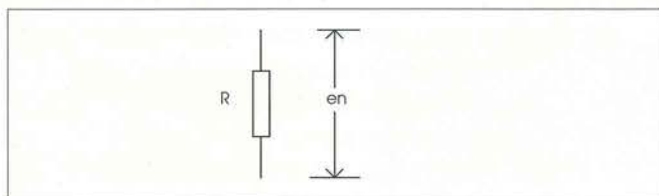

Figura 1: condutor com resistência  $R$
A figura 1 mostra a imagem que deverá ser obtida no osciloscópio quando as barras gravadas na fita forem reproduzidas, estando o filtro Passa-Baixo (*Low Pass Filter*) do osciloscópio ligado.
Ao analisar a figura 1, deve-se verificar que ao lado esquerdo, existe uma escala (IRE) utilizada para expressar o sinal de vídeo que varia de -40 até 120, e ao lado direito existe outra escala que varia de -286 mV até 857 mV, valores estes que expressam o sinal de vídeo em mV (milivolts).
É importante observar ainda na figura 1 que o sinal mais alto equivale à voltagem da referência de branco - que deve ser igual a 100 IRE, ou seja, 714 mV. Trocando em miúdos, se o valor que se está lendo é diferente, será necessário variar o nível de vídeo no TBC (*Time Base Corrector*), fazendo com que o valor lido no osciloscópio seja o mais próximo possível de 100 IRE. Este valor representa o nível máximo de brilho (luminância) que poderá ser obtido. Não adianta aumentar este valor para se obter mais luz. Se isto for feito, os cinza-claros serão transformados em branco e os pontos que já eram brancos continuarão tão brancos quanto antes,
Na parte inferior do osciloscópio encontra-se uma linha pontilhada (figura 1), que indica a posição na tela do valor de 7,5 IRE, valor do nível de vídeo das referências de preto, fornecidas pela carta de barras SMPTE. Deve-se variar o valor do pedestal (*setup*) do TBC até que a leitura do valor da tensão das referências de preto no osciloscópio seja de aproximadamente 7,5 IRE. Assim como ocorre com a barra branca, não adianta ter valores inferiores a 7,5 IRE, porque o que se estará fazendo, de fato, será a transformação de pontos cinzas escuros da imagem em pontos pretos; o que não significa que os pontos pretos ficarão mais pretos.
**E**m um condutor real qualquer, com uma resistência ôhmica intrínseca  $R$ , o movimento aleatório dos elétrons, devido à temperatura, produz uma diferença de potencial nos terminais abertos do condutor (figura 1). Essa tensão é chamada de ruído térmico e sua intensidade depende da temperatura física do condutor em graus Kelvin. Pode-se provar que, para frequências abaixo de 100 GHz, a tensão de ruído, assim gerada, é calculada por: A potência de ruído correspondente é calculada por: